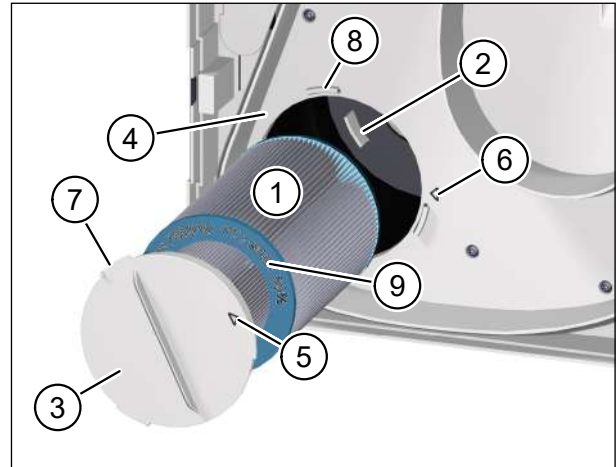

Abb. 17: Neuen Außenluftfilter einsetzen
- ▶ Führen Sie den neuen Außenluftfilter (Pos. 1 in Abb. 17) vorsichtig in das Lüftungsgerät ein.
- ▶ Achten Sie darauf, dass der Luftfilter in die 3 Haltenasen (Pos. 2 in Abb. 17) an der Rückwand des Lüftungsgerätes gleitet.
- ▶ Setzen Sie den Filterdeckel (Pos. 3 in Abb. 17) auf den Außenluftfilter auf. Achten Sie darauf, dass der Filterdeckel plan auf der Zwischenplatte (Pos. 4 in Abb. 17) aufliegt.
- ▶ Drehen Sie den Filterdeckel im Uhrzeigersinn, bis der Pfeil auf dem Filterdeckel (Pos. 5 in Abb. 17) mit dem Pfeil der Arretierposition (Pos. 6 in Abb. 17) fluchtet. Achten Sie darauf, dass die 3 Nasen (Pos. 7 in Abb. 17) am Filterdeckel in den Halterungen (Pos. 8 in Abb. 17) an der Zwischenplatte einrasten.
- Als Außenluftfilter dürfen nur M-WRG-II FA, Art.-Nr. 200335, und M-WRG-II FK (Aktivkohlefilter), Art.-Nr. 200191, verwendet werden. Art.-Nr. und Luftfilterklasse sind auf der türkisen Endscheibe des Luftfilters (Pos. 9 in Abb. 17) eingeprägt.